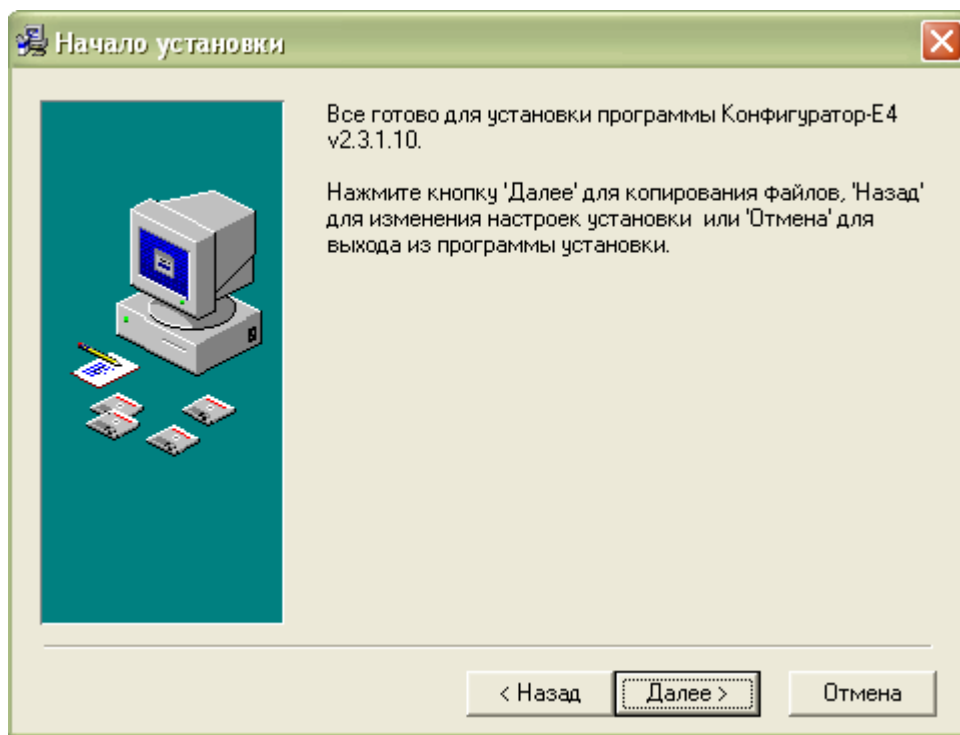

Рисунок 3.4 – Диалог «Начало установки»
3.4.4 После ввода всей необходимой информации программа выводит окно «Начало установки» (рисунок 3.4), где сообщает о готовности к копированию файлов. Пользователь имеет возможность еще раз проверить правильность заданных параметров и нажать кнопку «Далее» для начала копирования или кнопку «Отмена» для отказа. Нажав кнопку «Назад», можно вернуться на несколько шагов назад и исправить неверные параметры.